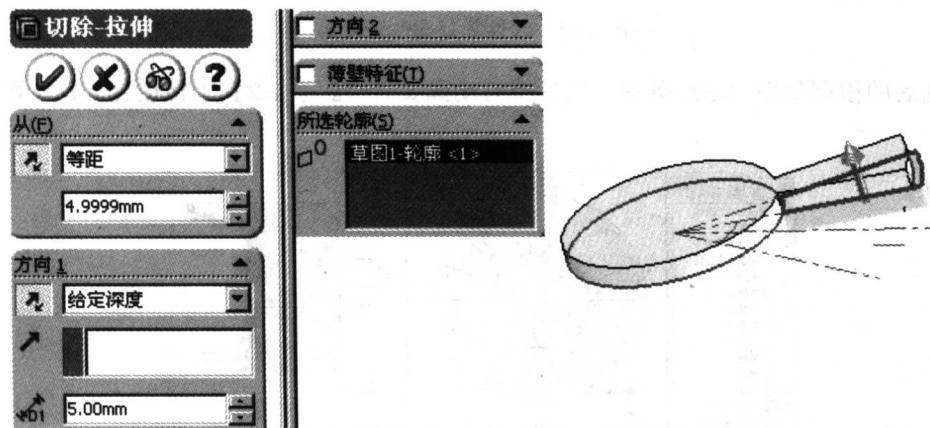

图 1-29 切除拉伸属性管理器
(4) 建立切除拉伸特征。单击特征工具栏上的“切除拉伸”图标按钮，弹出“切除拉伸”属性管理器，在绘图区中选择草图 1 绘制的轮廓作为所选轮廓，在属性管理器中选择切除拉伸的起始位置类型为“等距”，输入等距距离为 4.9999，选择反向，选择切除拉伸类型为“给定深度”，输入距离为 5，选择反向，如图 1-29 所示，单击“确定”图标按钮。
(5) 建立数值连结。在特征管理器中用鼠标右键单击“注解”，在弹出的快捷菜单中选择“显示特征尺寸”，在绘图区中选择 10、10、5、5 四个尺寸值，选择时按住<Ctrl>键，